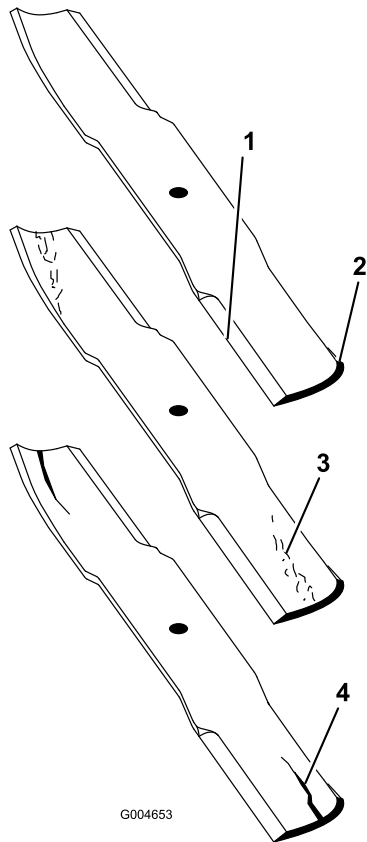

Figura 85
2. Verificate accuratamente i taglienti, con particolare attenzione ai punti d'incontro delle sezioni piatta e curva della lama (Figura 85). Sabbia e materiali abrasivi possono consumare il metallo che connette le sezioni piatta e curva della lama, per cui si consiglia di controllare la lama prima di usare il tosaerba. Se riscontrate segni di usura (Figura 85), sostituite la lama.
Se continuate ad usare la lama usurata, si forma una scanalatura tra la costa e la sezione piatta della lama (Figura 85). Alla fine, un pezzo di lama può staccarsi e venire lanciato dal sottoscocca, con il rischio di ferire gravemente voi o gli astanti.